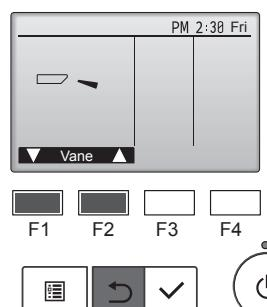

Fig. 8-4
- Drücken Sie die [AUSWAHL]-Taste, um den Vane-Bedienbildschirm aufzurufen, und prüfen Sie dann mit Tasten [F1] und [F2] die automatische Flügelbewegung. (Fig. 8-4)